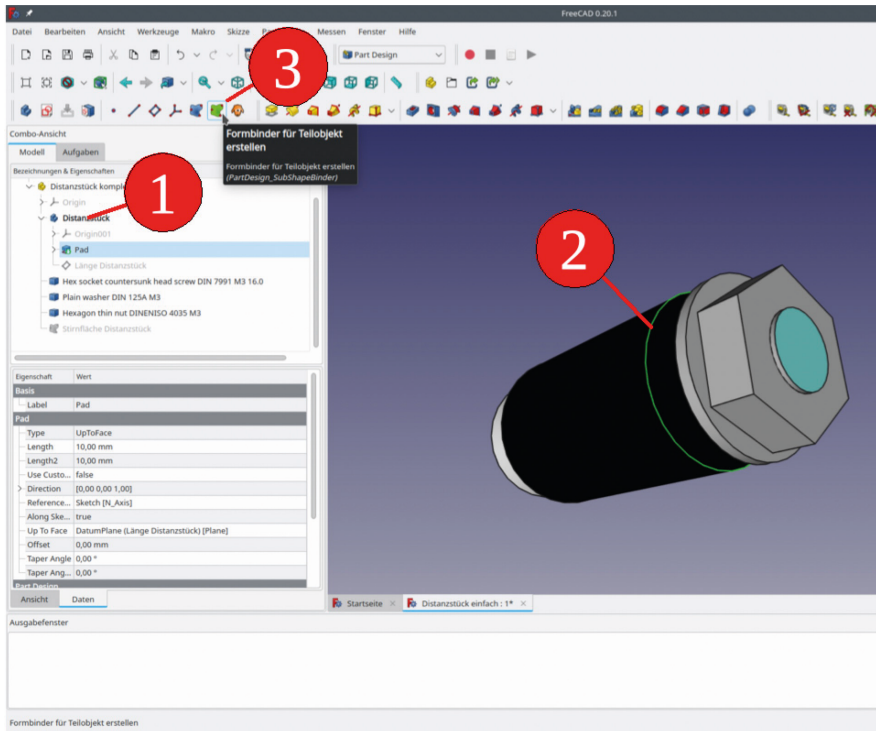

Bild 4-22
15. Den Körper des Distanzstückes in der Baumannsicht durch Doppelklicken aktivieren (Titel erscheint in Fettdruck). In der 3D-Ansicht eine Kante der Stirnfläche, z.B. die Außenkante, markieren. Danach das grüne Werkzeug "Formbinder für Teilobjekt erstellen" anklicken. Die Referenzebene "Länge Distanzstück" in der Baumannsicht mit der Leertaste ausblenden (Bild 4-22).